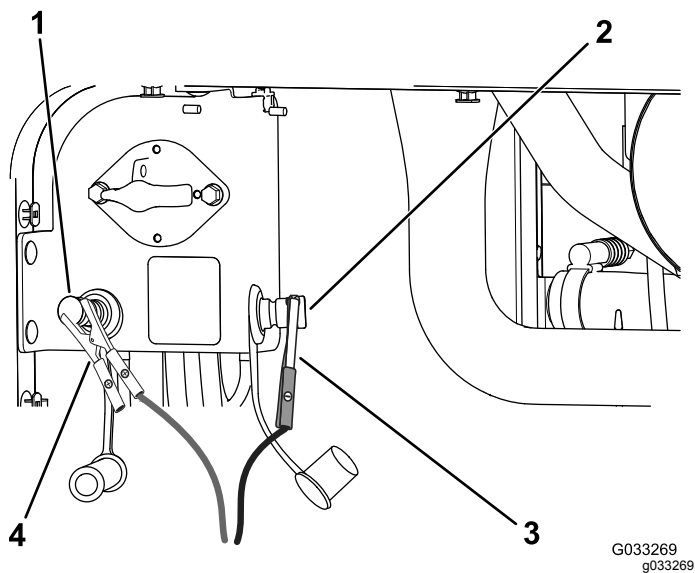

Bild 98
4. Schließen Sie das Pluskabel des Batterieladegeräts am positiven Starthilfepol an (Bild 98).
- Schließen Sie das Minuskabel des Batterieladegeräts am negativen Starthilfepol der Batterie an (Bild 98).
- Wenn die Batterie ganz aufgeladen ist, ziehen Sie den Stecker des Ladegeräts aus der Stromquelle. Klemmen Sie dann die Klemmen des Ladegeräts von den Batteriepolen ab (Bild 98).